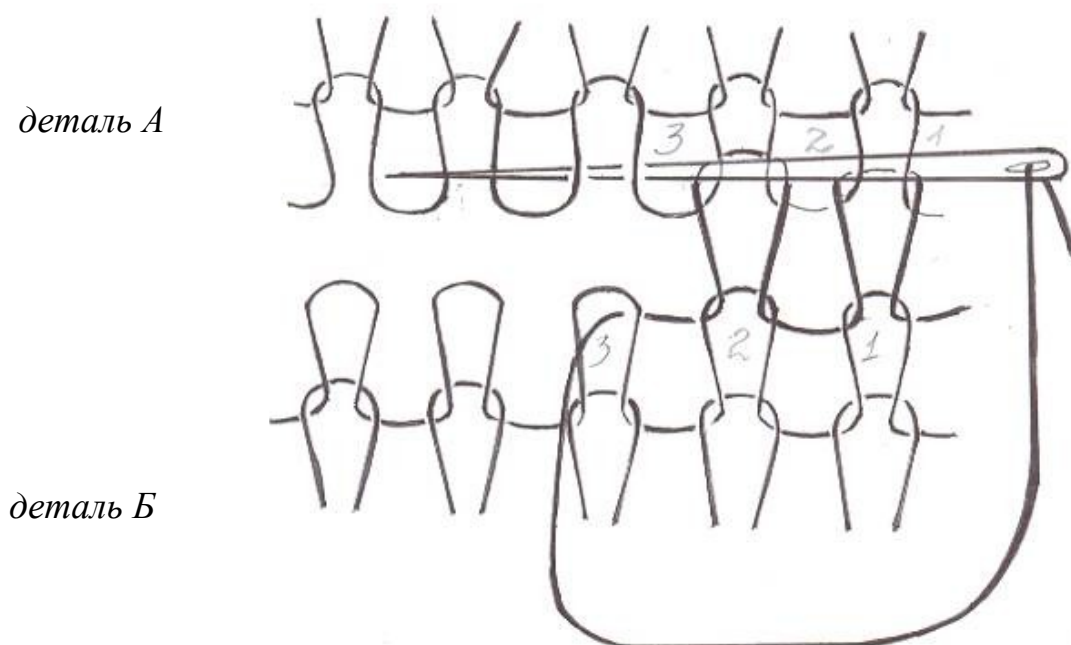

Рис. 7. Соединение деталей по петельному ряду.
2. *Соединение деталей по петельному ряду.* При соединении деталей попетельному ряду швейной иглой (рис. 7) иглу продевают в 1-ю петлю крайнего петельного столбика детали А с изнаночной стороны, а затем вводят 1-ю петлю крайнего петельного столбика детали Б с лицевой стороны на изнаночную и выводят во 2-ю петлю с изнаночной стороны на лицевую. После этого иглу снова продевают в 1-ю петлю крайнего петельного столбика детали А с лицевой стороны на изнаночную. Далее процесс повторяется.